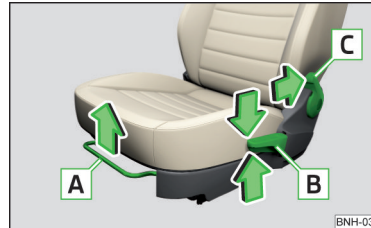

Abb. 52
### Bedienelemente am Sitz » Abb. 52
- › Den Hebel **A** » Abb. 52 (in der Mitte) in Pfeilrichtung ziehen und den Sitz in die gewünschte Richtung schieben.
- › Den Hebel **B** » Abb. 52 in Richtung eines der Pfeile wiederholt ziehen bzw. drücken.
- › Den Hebel **C** » Abb. 52 in Pfeilrichtung ziehen und mit dem Rücken die gewünschte Neigung der Sitzlehne einstellen.